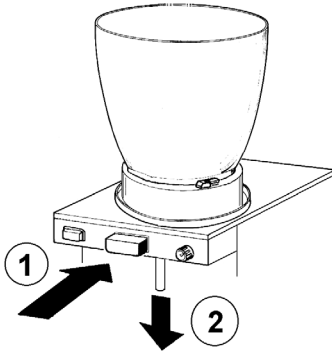

figura 1
- 3** Empujar (1) el botón mando grifo y sacar (2) el tubo de goma de el grifo desde su posición, retirándolo hacia abajo (ver figura 1).